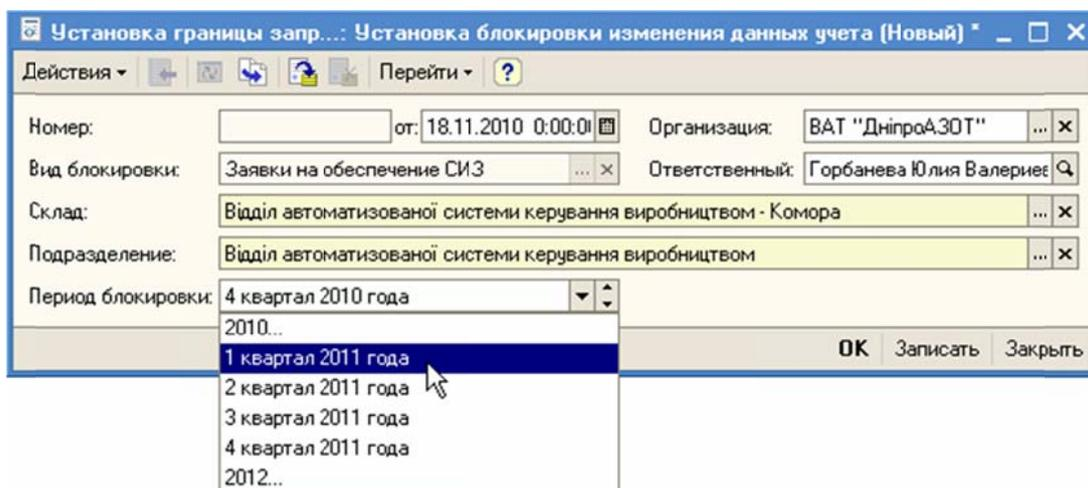

Рисунок 126 – Установка периода блокировки
4. Указать период, на который нужно установить запрет изменения данных (Рисунок 126), используя выпадающий список для выбора нужного значения периода блокировки.